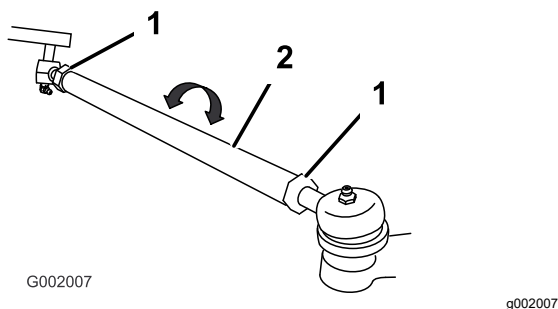

Figura 51
5. Si la distancia no está en el intervalo especificado, afloje las contratuercas en ambos extremos de las bielas (Figura 51).